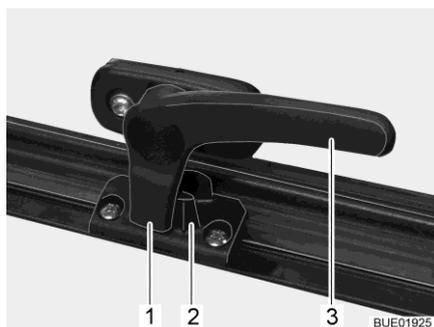

Fig. 19 Levier de verrouillage (position "Fermé")
- Tourner le levier de verrouillage (Fig. 19,3) d'un quart de tour vers le centre de la fenêtre.
- Tourner le levier de verrouillage (Fig. 19,3) d'un quart de tour vers le cadre de la fenêtre. Le tenon de verrouillage (Fig. 19,1) se trouve sur le côté intérieur du verrouillage de fenêtre (Fig. 19,2).
- En position "Fermé" (Fig. 19).